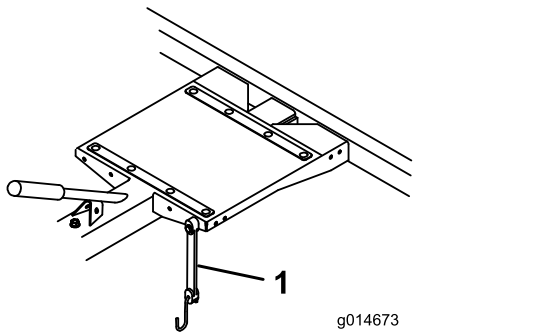

图15
4. 运输过程中应使用弹力带将果岭修剪机紧固到拖车上图15。您可以将弹力带移至不同的安装孔以适应不同的修剪机。